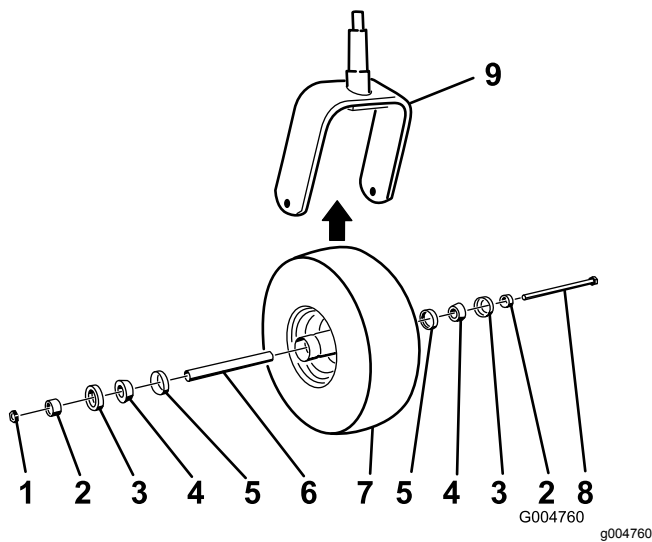

図 74
2. キャスタホイールアセンブリをキャスタフォークに保持しているボルトからロックナットを外す 図 74。
5. コーンベアリングにグリスをパックし、ベアリングとシールをホイールハブに入れ、図 74 に示すようにキャスタホイールを組み付ける